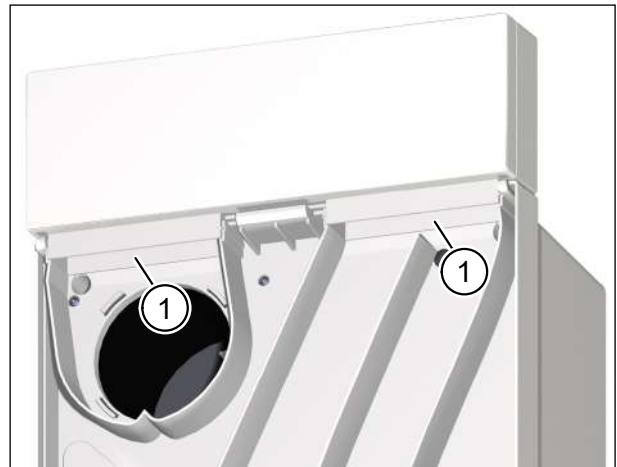

Abb. 12: Kanaladapter reinigen (bei Unterputzmontage mit Kanalanschluss)
- ▶ Reinigen Sie die Abluft- und Zuluftöffnungen (Pos. 1 in Abb. 12) am Kanaladapter mit einem feuchten Tuch und milder Seifenlauge.